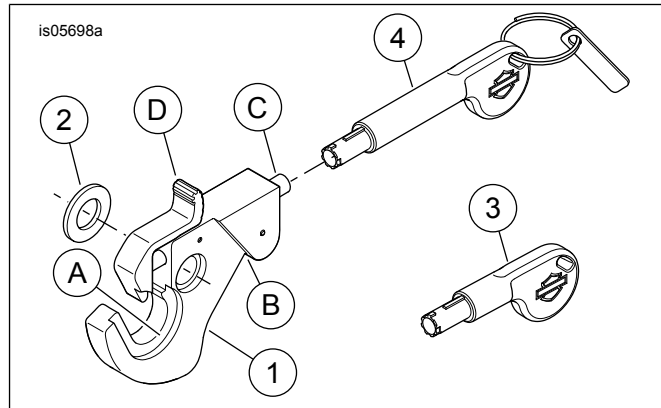

Abbildung 3. Ersatzteile: Abnehmbare Verriegelungssätze
Siehe Abbildung 3 und Tabelle 2.
Siehe Abbildung 3. Je nach eingebautem abnehmbarem Zubehör wird die Position von Profil (A) und Hinterschnitte (B)
1. **Verschließen der Verriegelung:** Siehe Abbildung 3. Wenn das abnehmbare Zubehör eingebaut ist, auf das federvorgespannte Schloss (C) drücken.